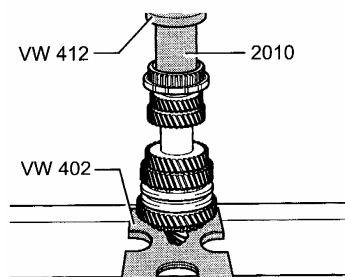

图 12-106 压入 5、倒挡同步器
(22) 压入第 5 挡和倒挡同步器体，如图 12-106 所示，高的内凸肩指向第 5 挡，专用工具 2010 中的较大内径指向同步器体。